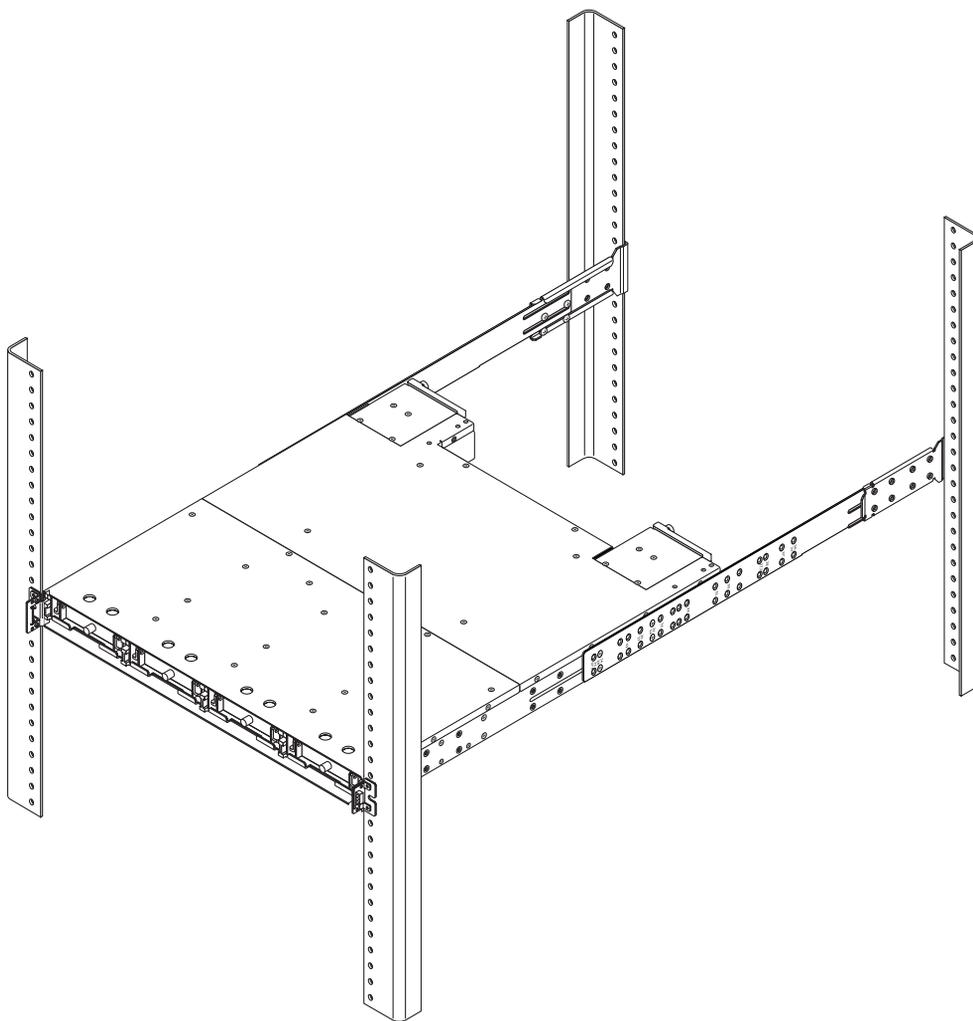

图 2-1 用后支架安装完成之后，不带机箱帽和前盖、通过机架安装的机柜阵列
- 对于深度从 24 到 36 英寸（60.96 到 91.44 厘米）的阵列，可以用后支架和侧面支架装入机柜。图 2-1 所示是用后支架和侧面支架将一台 Sun StorEdge 3000 系列 1U 阵列安装在标准 EIA 机柜中的情形。
安装过程中请参阅表 2-1 中所列部件以及图 2-1 的示意图。该表给出了在机柜中安装阵列所需的主要组件和紧固件。